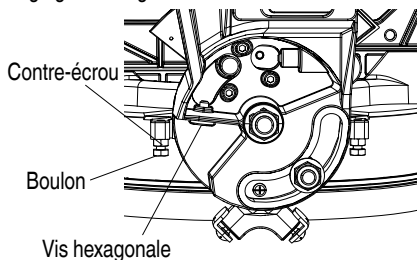

Fig. 22
- (2) Desserrer la poignée de verrouillage d'angle en biseau et incliner complètement vers la droite le carter.
- (3) Au moyen d'une équerre combinée, confirmer si la lame est à 45° par rapport à la table.
- (4) Pour ajuster, incliner le carter à 0°, desserrer le contre-écrou et tourner le boulon vers l'intérieur ou l'extérieur pour augmenter ou diminuer l'angle comme illustré sur la Fig. 22.
- (5) Incliner le bras de coupe en arrière vers la droite et reconfirmer l'alignement.
- (6) Répéter les étapes jusqu'à ce que la lame soit à 45° par rapport à la table. Une fois l'alignement obtenu, serrer le contre-écrou et la poignée de verrouillage d'angle en biseau.